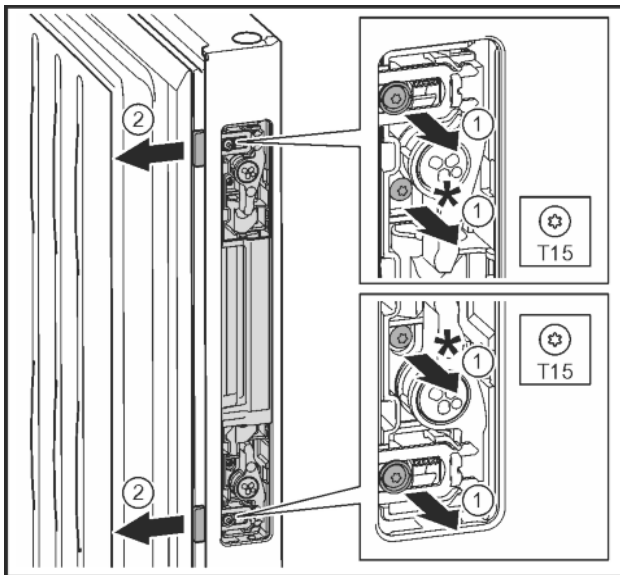

Fig. 31
- ▶ Schrauben samt grauem Kunststoffmantel mit Schraubendreher T15 herausdrehen Fig. 31 (1)
- ▶ Türöffnungsschieber kraftvoll herausziehen. Fig. 31 (2)